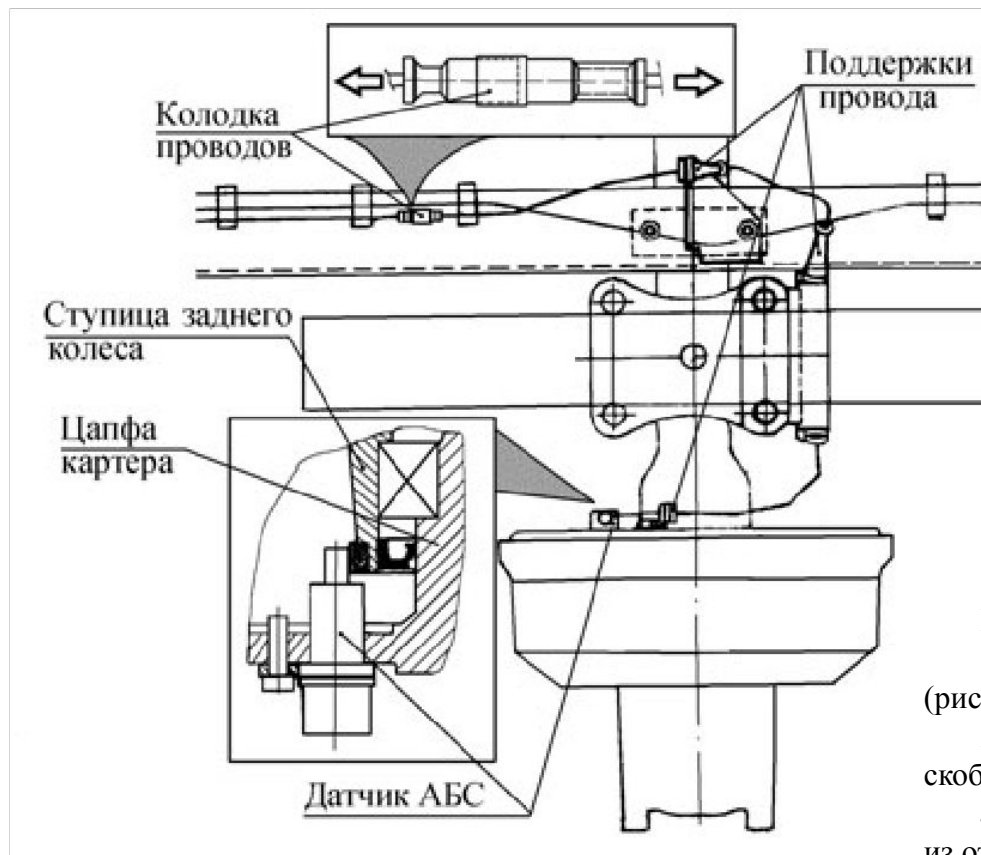

Рис.15. Замена датчика АБС задних колес
- 1.Разъединить колодку проводов жгута АБС и датчика (рис. 15).